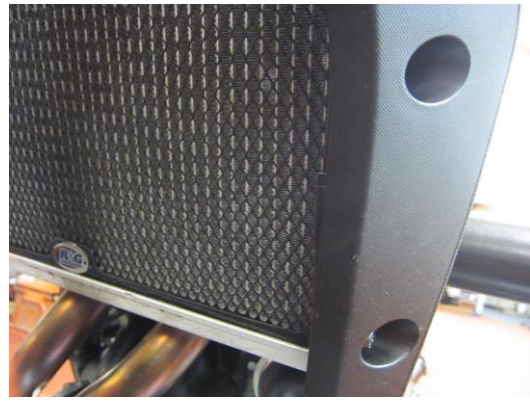

ABBILDUNG 6
- Den Kühlerschutz in Position bringen – siehe Abbildung 6.
- Bringen Sie den Kühlerschutz in Position, wie in Abbildung 6 gezeigt.